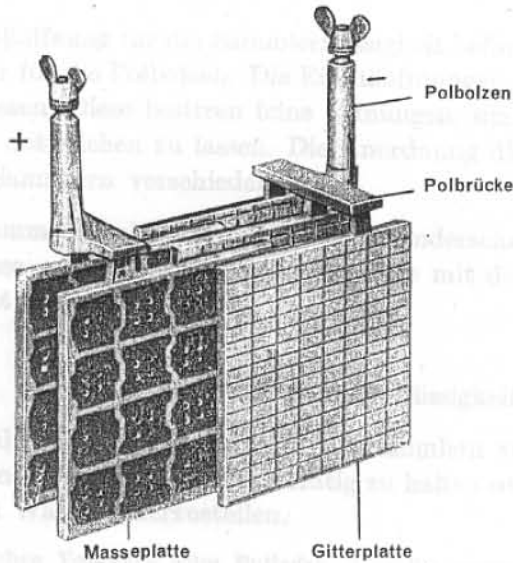

Abb. 5.
43. **Gitterplatten** (Abb. 5) sind Platten mit einem engmaschigen Gitter aus Hartblei, in dessen Zwischenräume die aus Bleiverbindungen bestehende wirksame Masse eingepreßt ist. Das Hartbleigitter dient nur als Halter und Stromzuführung für die wirksame Masse und nimmt an der chemischen Umsetzung fast nicht teil. Gitterplatten kommen in der Hauptsache in nicht ortsfesten Sammlern zur Verwendung, da sie infolge des engen Bleigitters gegen Erschütterungen verhältnismäßig unempfindlich sind. (Z. B. im Sammler 2 B 38 und in Kraftfahrzeugsammlern.)
44. **Masseplatten** (Abb. 5) sind Platten mit einem weitmaschigen Gitter aus Hartblei und dementsprechend größerer Menge wirksamer Masse. Infolgedessen ist die Festigkeit dieser Plattenart geringer. Sie werden deshalb vorwiegend in ortsfesten Batterien (z. B. bei Fernsprech- und Fernschreibvermittlungen) oder in Rundfunkheizbatterien eingebaut.
46. Die Platten einer Sammlerzelle werden zu **Plattensätzen** vereinigt, indem die positiven Platten an einen Bleisteg, die **Polbrücke**, angelötet werden. Die Polbrücken tragen besondere Ansätze, die **Polbolzen**, die zum Anschluß der elektrischen Zuleitungen dienen. Dasselbe geschieht mit den negativen Platten, so daß zwei getrennte Plattensätze entstehen. Diese sind so ineinander geschoben, daß sich im allgemeinen immer eine positive Platte zwischen zwei negativen Platten befindet (Abb. 5).